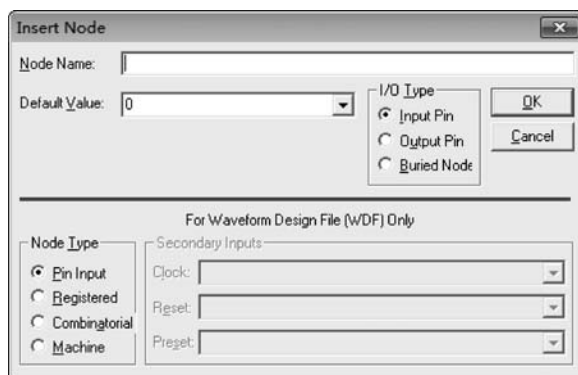

图 3.36 插入节点
(1) 在波形编辑器中 Name 区双击,或者选择 Node→Insert Node 命令,出现如图 3.36